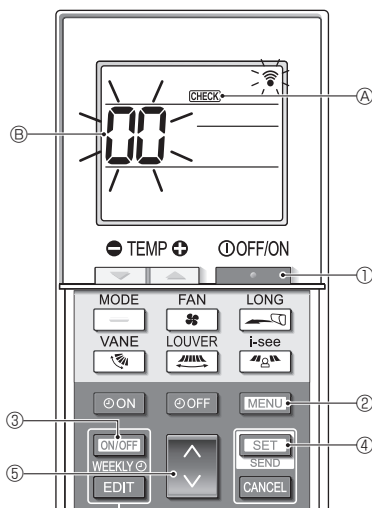

Fig. 7-6
■ Самодіагностика (Fig. 7-6)
- Натисніть кнопку [ON/OFF WEEKLY] ① для зупинки кондиціонера.
- Якщо ввімкнено тижневий таймер (увімкнено режим **WEEKLY**), натисніть кнопку [ON/OFF WEEKLY] ③, щоб його вимкнути (режим **WEEKLY** вимкнено).
- Натисніть і тримайте кнопку [MENU] ② протягом 5 секунд.
- З'являється напис **CHECK** ④, і блок переходить у режим самодіагностики.
- Натисніть кнопку [MODE] ⑤, щоб вибрати адресу холодоагенту (адресу M-NET) ⑥ внутрішнього блока, для якого потрібно виконати самодіагностику.
- Натисніть кнопку [SET] ④.
- Натисніть кнопку [ON/OFF WEEKLY] ①.
- Зникають напис **CHECK** ④ і адреса холодоагенту (адреса M-NET) ⑥ — самодіагностика завершена.